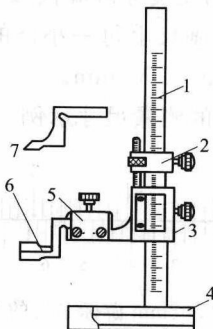

图 1-9 游标高度卡尺
5) 游标高度卡尺 如图 1-9 所示，测量高度尺寸和用于精确画线。精度有 0.05mm、0.02mm、0.1mm，测量范围分别为 0~300mm、0~500mm、0~1000mm。